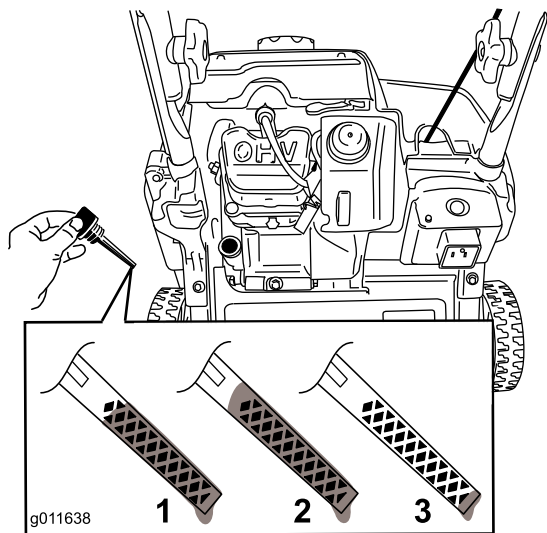

Figure 28
**Remarque:** Pour déterminer le niveau d'huile correct indiqué par la jauge, voir (Figure 28).